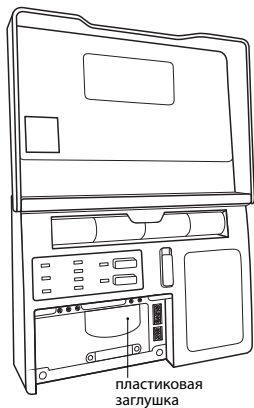

Рис. 6. Вид Модуля управления Neptune ProW изнутри с открытой крышкой коммутационного отсека
3. Откройте крышку коммутационного отсека (рис. 6).